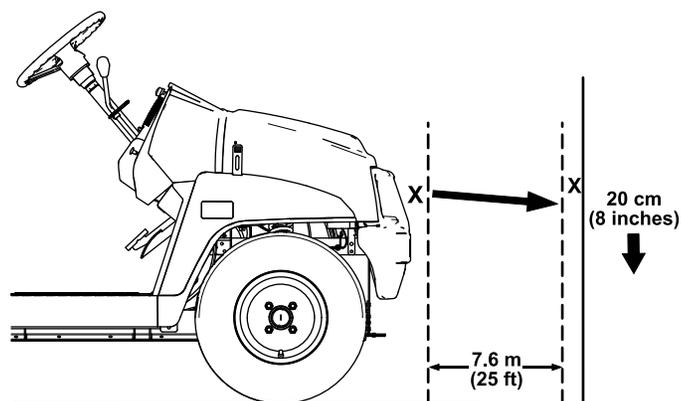

Bild 48
- Stellen Sie die Maschine auf einer ebenen Fläche ab, dabei sollte der Abstand der Scheinwerfer ca. 7,6 m von einer Wand entfernt sein (Bild 48).
Der hellste Teil des Scheinwerfers sollte 20 cm unter der Markierung an der Wand liegen (Bild 48).